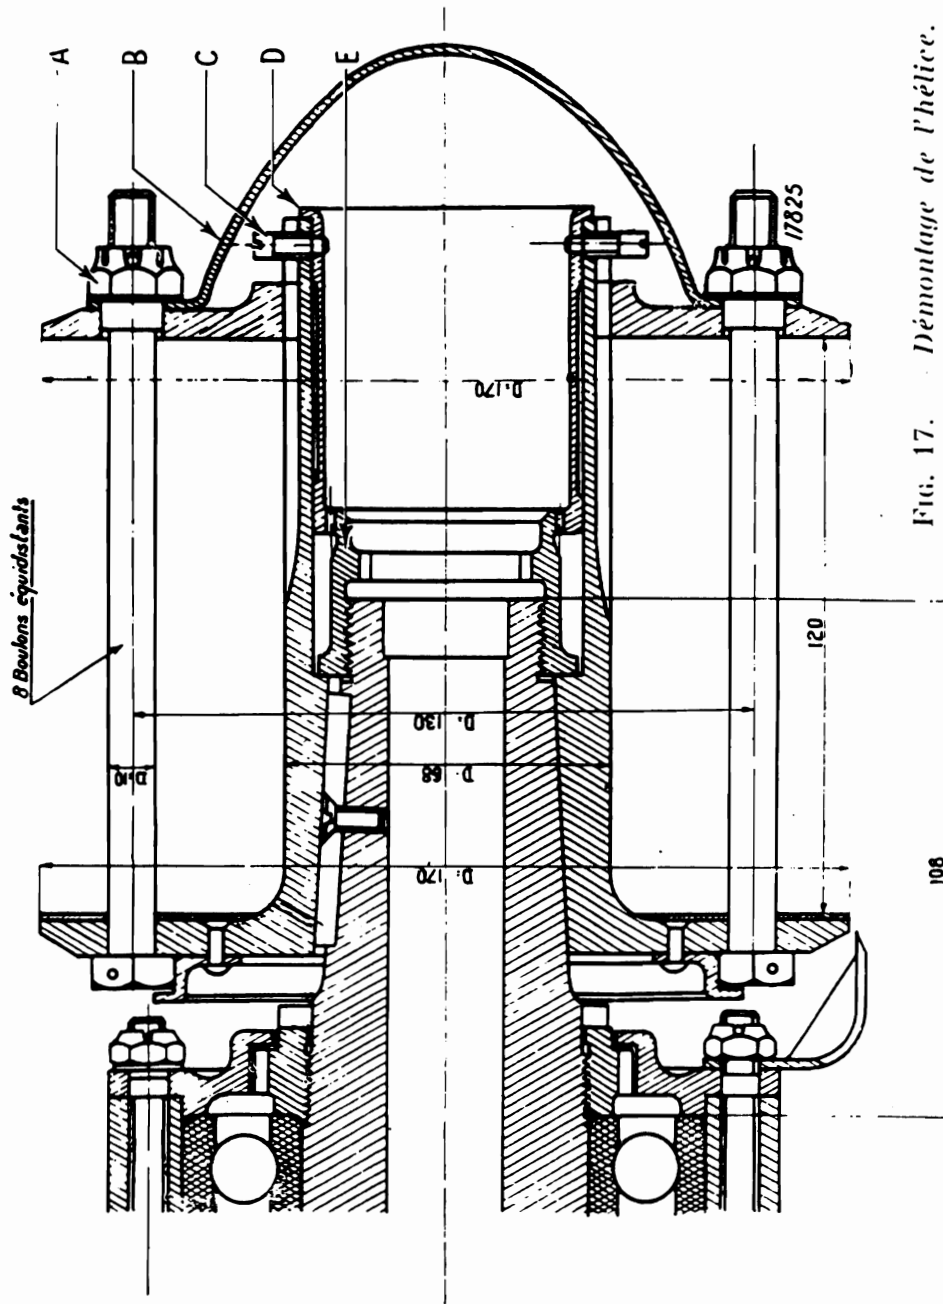

FIG. 17. Démontage de l'hélice.
5. Dépose de l'hélice (fig. 17. page 27).